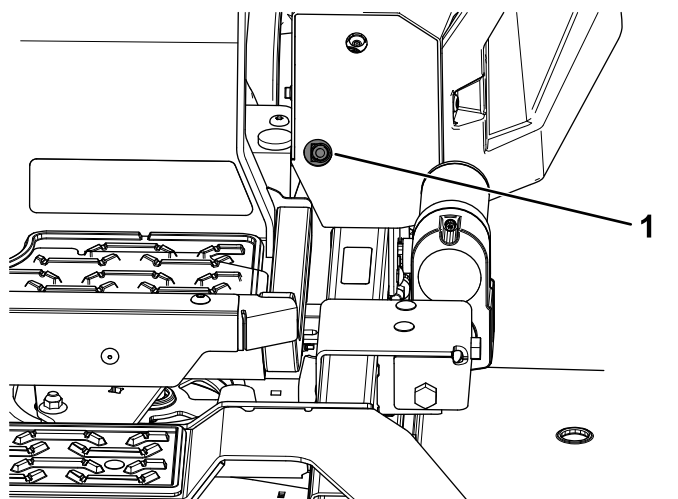
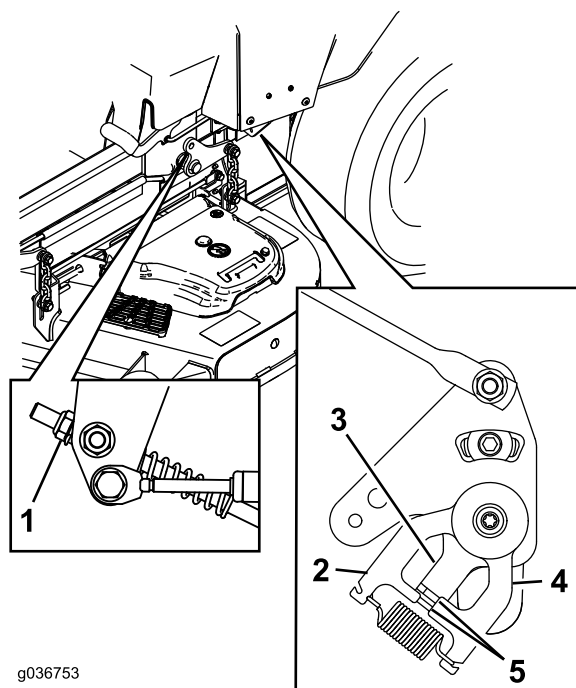

Figura 70
Figura 71
11. Regolate le lunghezze delle aste di controllo della pompa ruotando il dado nella direzione idonea sinché le ruote strisciano leggermente in retromarcia (Figura 70 e Figura 71).